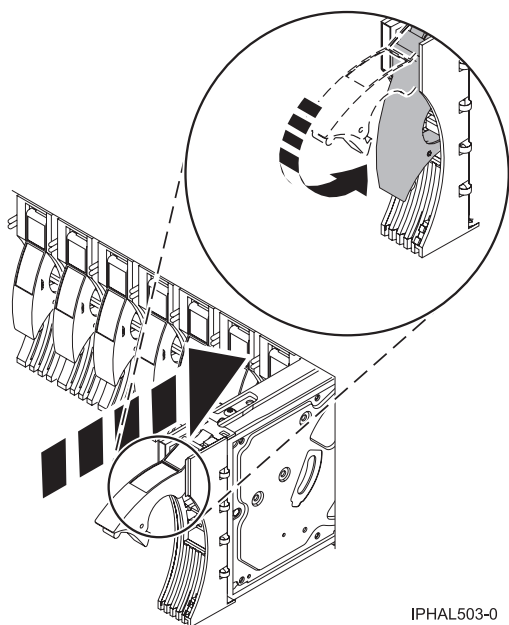

Figure 26. Installation d'une unité de disque sur un modèle
5. Installez l'unité de disque (voir figure 26, à la page 38).